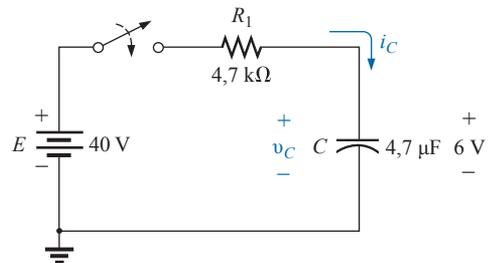

Figura 10.101 Problema 29.
29. O capacitor visto na Figura 10.101 está carregado inicialmente com 6 V, com a polaridade indicada.